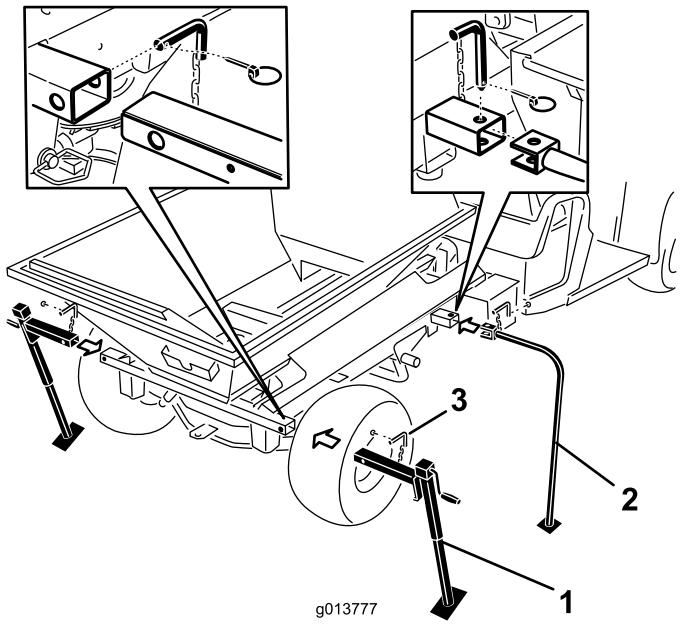

Рисунок 49
- Вставьте передние опоры для хранения и задние подъемные опоры в соответствующие трубы шасси машины и закрепите их с помощью стопорных штифтов (Рисунок 49).